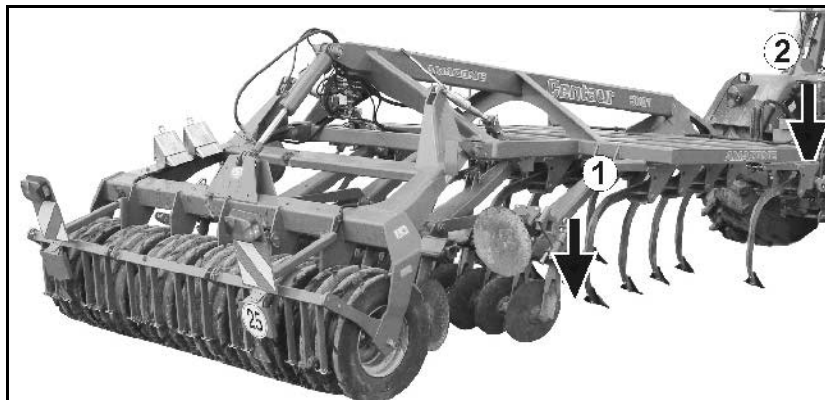

Fig. 63
- Sænk maskinen komplet (Fig. 63/1), foragerposition!
3. Sænk traktorens liftarme, indtil rammen står vandret (Fig. 63/2).